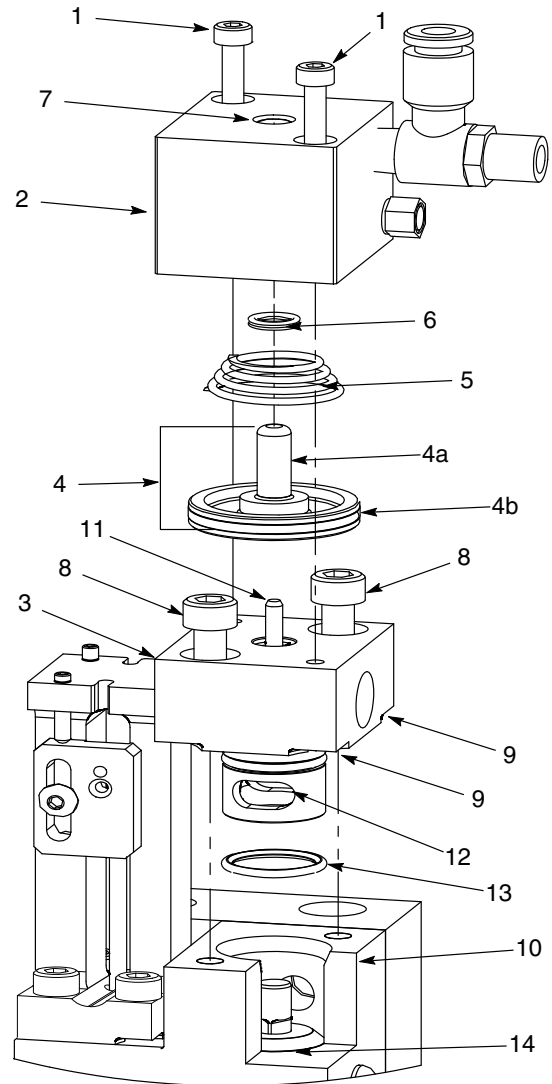

Figura 7 Kit di riparazione
NOTA: Il kit pistone pneumatico contiene gli articoli 4 e 6 illustrati nella figura 7.
1. Rimuovere le due viti (1) e il cappuccio dell'aria (2) dal corpo. Pulire la faccia (3) dell'alloggiamento del cappuccio di guarnizione.
2. Rimuovere il vecchio pistone (4), la molla (5) e il quad ring (6) dal cappuccio dell'aria e gettare via il vecchio pistone.
3. Pulire il foro del cappuccio dell'aria e la scanalatura del quad ring (7) con un solvente adatto, come alcool isopropilico.
5. Inserire il nuovo quad ring (6) nella scanalatura (7).
7. Mettere la molla (5) sul pistone (4), come illustrato nella figura 7.
8. Installare il pistone (4) nel cappuccio dell'aria (2).
9. Applicare l'adesivo frenafilette sulle viti (1) tenendo il cappuccio dell'aria (2) contro il cappuccio di guarnizione (3) per comprimere la molla (5). Inserire le viti (1) e stringere a 27 in.-lb.
Vedi figura 7.